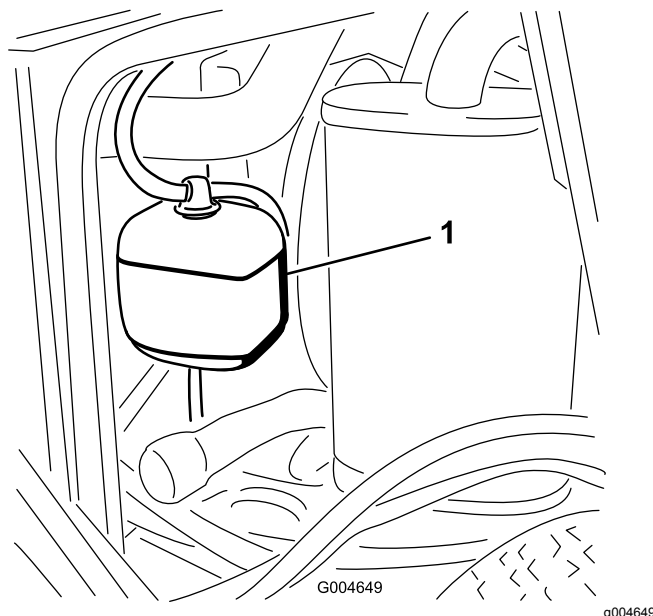

Рисунок 42
1. Проверьте уровень охлаждающей жидкости в расширительном бачке (Рисунок 42).